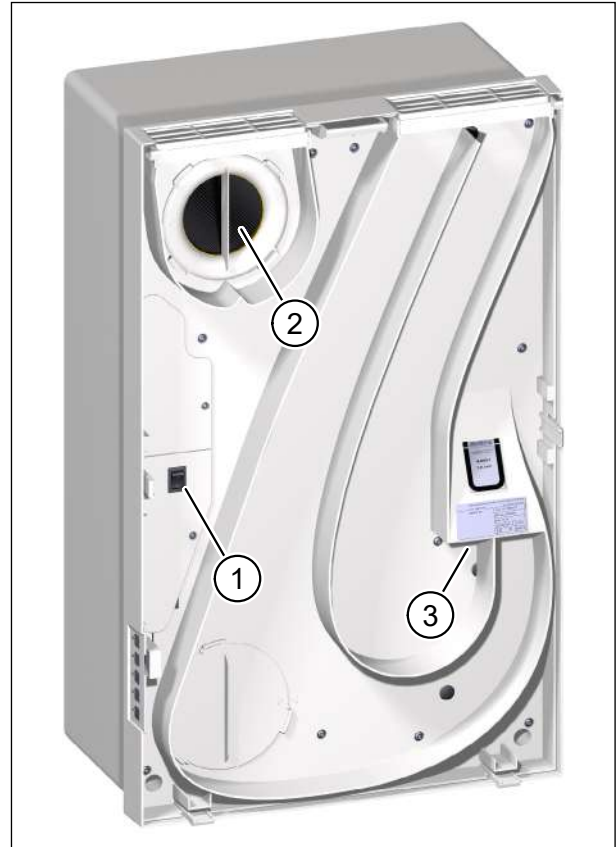

Abb. 18: Funktionsprüfung
- ▶ Schalten Sie das Lüftungsgerät am Netzschalter ein (Pos. 1 in Abb. 18).
- ▶ Überprüfen Sie die Funktion von Abluft- und Zuluftgebläse. Am Abluftfilter (Pos. 2 in Abb. 18) und an der Zuluftöffnung (Pos. 3 in Abb. 18) muss eine Luftströmung spürbar sein.